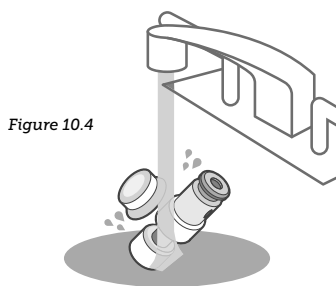

Figure 10.4
- c. Rincez les deux parties à l'eau claire et fixez la soupape à flotteur sur le couvercle à l'aide du bouchon en silicone de la soupape à flotteur. **[Figure 10.4]**